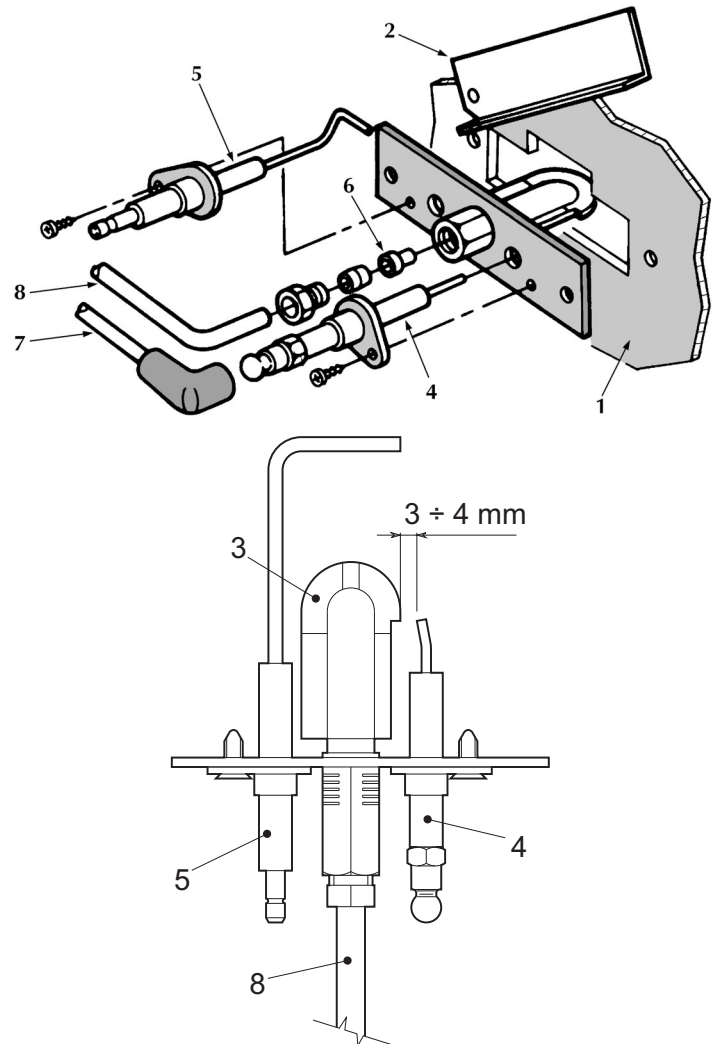

fig. 68 - Brûleur pilote
- Les électrodes doivent être libres de toute incrustation et positionnées correctement (voir fig. 68).
La décharge ne se fait pas entre les électrodes	S'assurer que les électrodes sont installées correctement, qu'elles sont en bon état, sans incrustations et que l'étincelle est régulière (voir fig. 68) Contrôler les branchements électriques aux électrodes d'allumage et d'ionisation